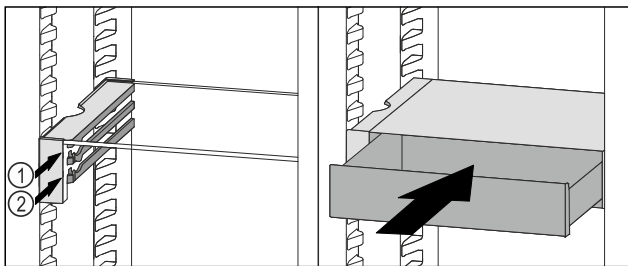

Fig. 54
- ▶ Встановити висувний ящик VarioSafe за стопорами на потрібне ребро Fig. 54 (1) або Fig. 54 (2).